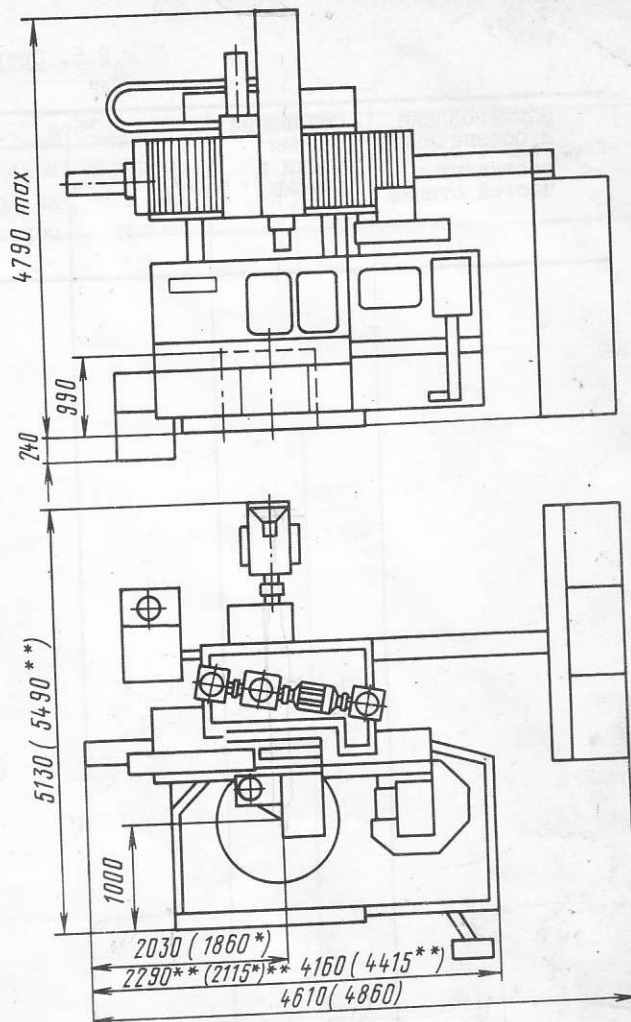

Рис. 2. Габаритные размеры станков
2.3. Установка станков (рис. 2)